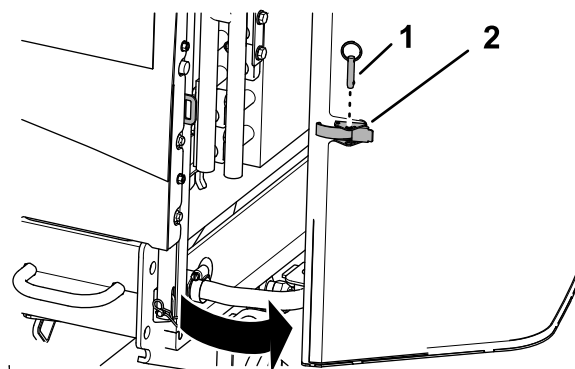

Figura 61
1. Retire el pasador de bola del cierre de la rejilla (Figura 61).